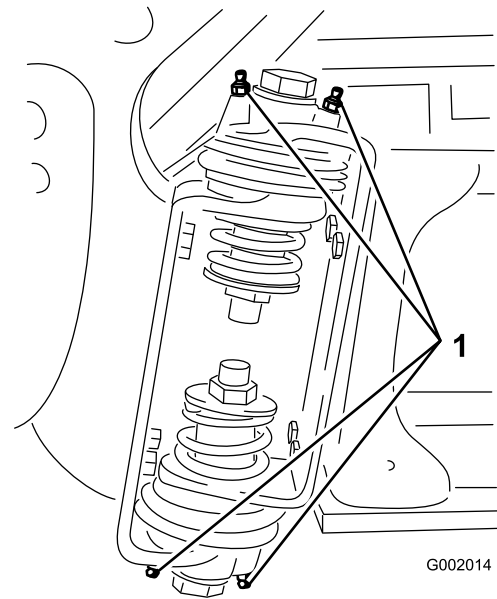

Figura 65
2. Bombear grasa en el cojinete o casquillo de cada punto de engrase (Figura 65).